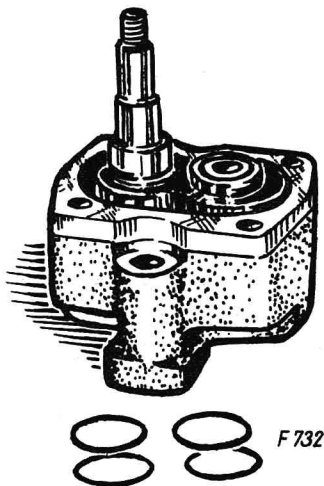

Figure 8
1. La pompe étant placée sur un établi propre, comme indiqué figure 8, placez le pignon dans le corps de pompe.